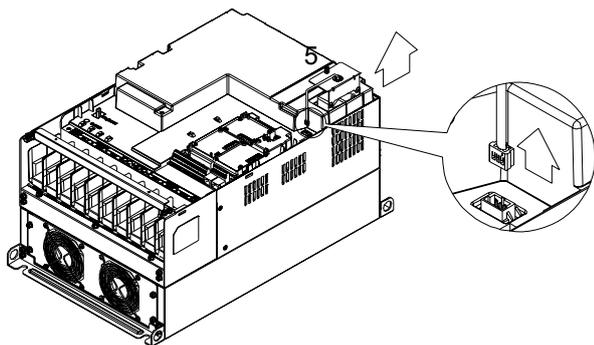

图 3
3. 松开螺丝 5(如图 3),并拆除风扇电源接头(如图 3 局部放大图所示),才可以取出风扇。螺丝 5 [扭力值: 10~12kg-cm (8.6~10.4lb-in.)]